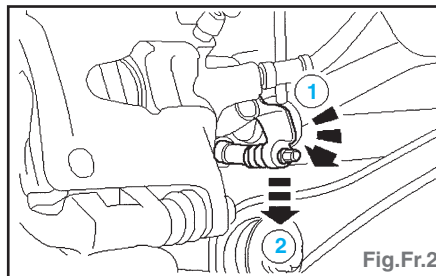

Fig.Fr.2
- Détacher le câble de frein de stationnement du levier de l'étrier de frein (Fig.Fr.2) :
- Fixer le câble de frein de stationnement sur le levier d'étrier de frein (Fig.Fr.2).
- appuyer sur le levier de l'étrier (1),
- fixer le câble sur le levier (2).